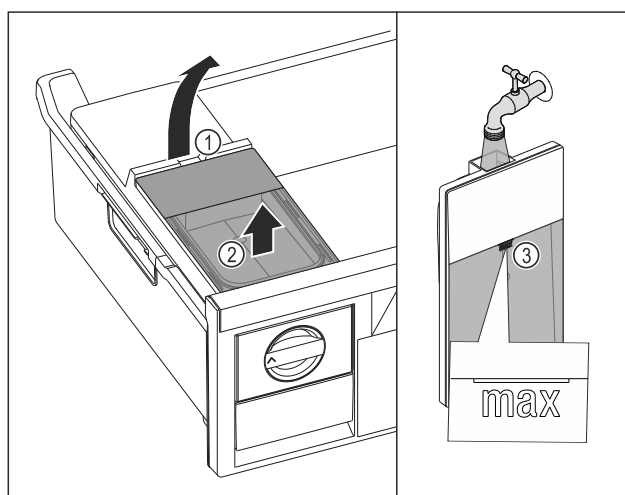

Fig. 150
- ▶ Поднимите бак для воды за выемку Fig. 150 (1).
- ▶ Извлеките бак для воды движением вверх. Fig. 150 (2)
- ▶ Наполните бак для воды питьевой водой до отметки Fig. 150 (3).